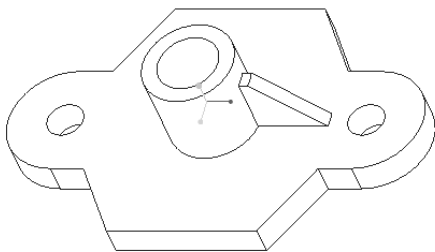

图 6-56 创建轮廓筋特征
9) 在“轮廓筋”选项卡中单击  (完成) 按钮。创建的轮廓筋特征如图 6-56 所示。